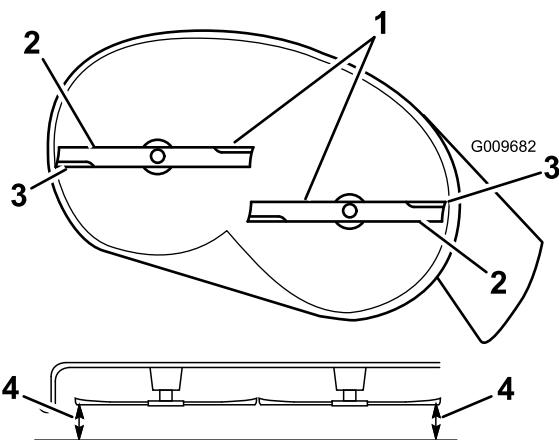

Figura 52
- Girate con cautela le lame in modo che siano disposte tutte lateralmente (Figura 52).
- Misurate la distanza tra i taglienti esterni e la superficie piatta (Figura 52). Se entrambe le misure non rientrano nella tolleranza di 5 mm è necessario regolare; proseguite l'operazione.